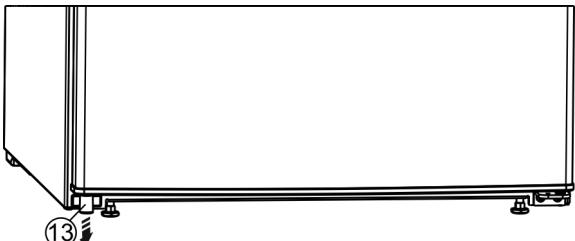

Fig. 4
- Linksonder het afstandsdeel Fig. 4 (13) uit de deur verwijderen.